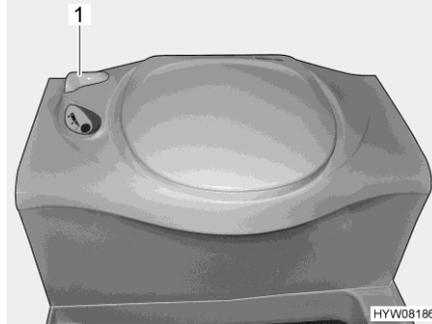

Bild 299 Thetford-Toilette
- Vor dem Spülen den Schieber der Thetford-Toilette öffnen. Dazu den Schieberhebel (Bild 299,1) entgegen dem Uhrzeigersinn drehen.
- Nach dem Spülen den Schieber schließen. Dazu den Schieberhebel (Bild 299,1) im Uhrzeigersinn drehen.